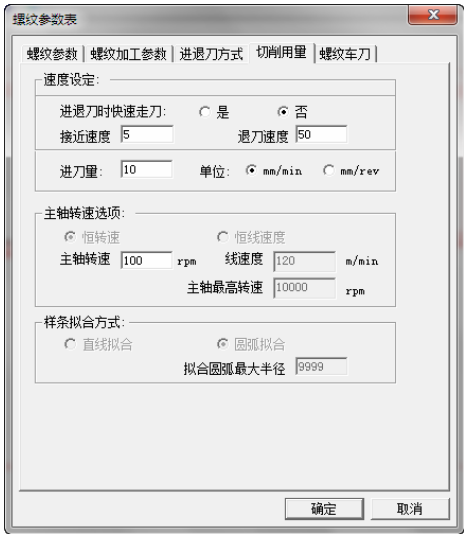

图 4-166 车螺纹切削用量参数设定
5) 单击“切削用量”选项卡，设置切削用量具体参数，进刀量：10，单位：mm/min，主轴转速：100，如图 4-166 所示。